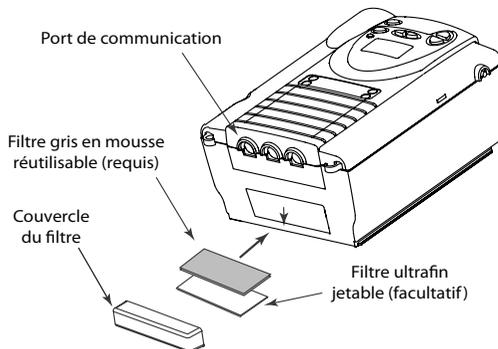

Figure 5-1 Installation des filtres à air
2. Faites glisser les filtres dans l'orifice d'air à l'arrière de l'appareil (le filtre blanc en premier, le cas échéant). Poussez-les dans le renforcement, comme indiqué dans la figure 5-1.